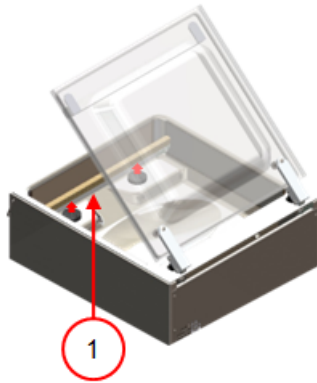

Abbildung 15: Entfernen der Schweißleiste
An Maschinen mit einem Kunststoffdeckel sind die Schweißleisten auf Zylindern angebracht (Abbildung 15: Entfernen der Schweißleiste auf Seite 64).
1. Entfernen Sie die Schweißleiste, indem Sie sie von den Zylindern abheben. Vgl. *Abbildung 15: Entfernen der Schweißleiste* auf Seite 64.